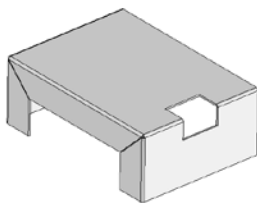

图 7-79 将钣金零件重新折叠
6) 折叠折弯操作。在图形区域中选择在展开操作中选择的面作为固定面,选择展开的折弯作为要折叠的折弯,单击“确定”按钮,将钣金零件重新折叠,如图 7-79 所示。